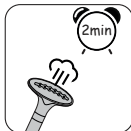

fig.17
2. L'appareil va produire de la vapeur en 60 secondes (fig.17)
SteamOne vous recommande d'attendre 60 secondes supplémentaires (2 minutes au total) afin d'obtenir de meilleures performances de défroissage et de limiter la condensation qui peut se former au niveau de la tête lors du démarrage. (fig.17)